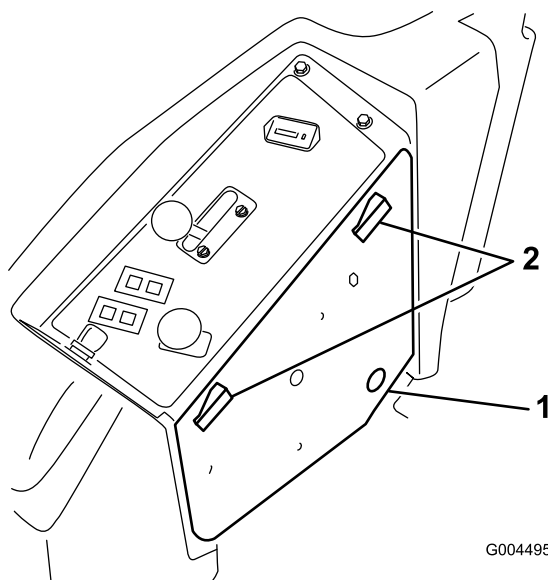

Figura 5
- Desenganche la tapa lateral del panel de control (Figura 5) y apártela.